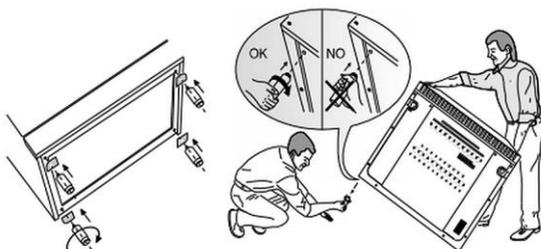

Fig. 2
- Monte os pés fixos parafusando-os nos orifícios preparados para isso sob o dispositivo (fig. 2)